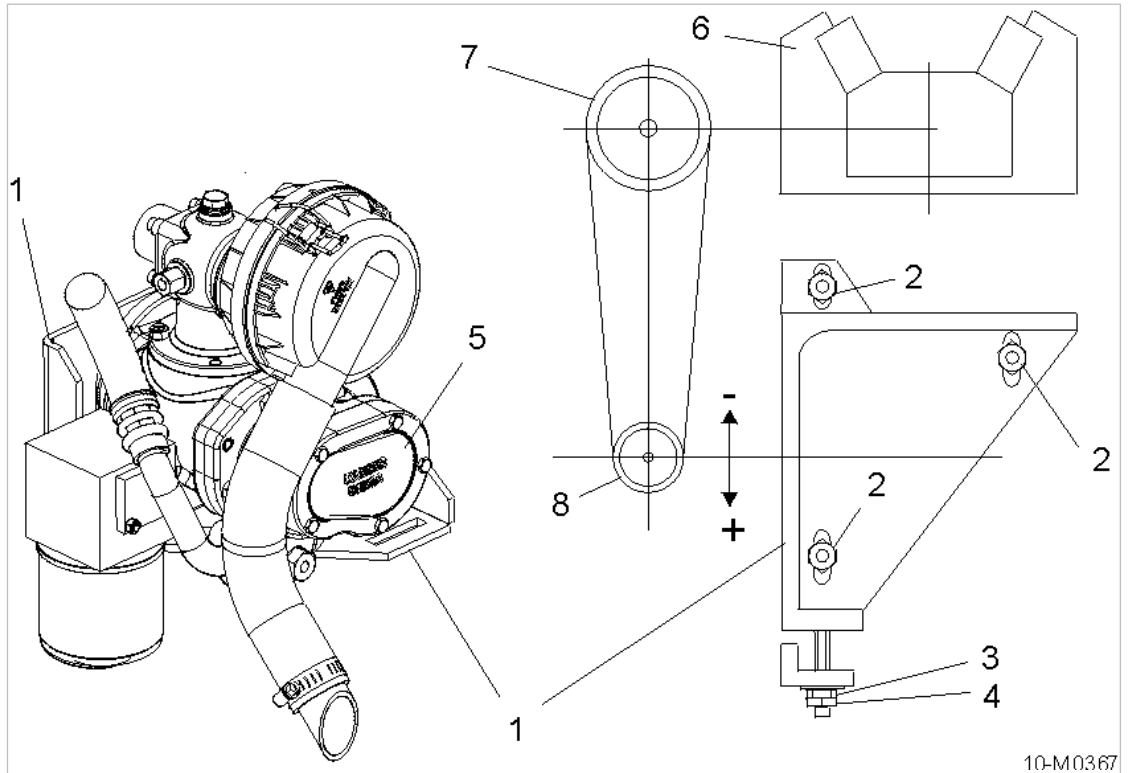

Рис. 15 Натяжение приводного ремня
Для простоты натяжения приводного ремня компрессорный блок (5) вместе со шкивом установлен на регулируемом механизме натяжения (см. рисунок 15). С помощью гаек (2) устанавливается требуемое натяжение ремня, оптимальное расстояние между осями. Гайки (2) легко доступны сверху.